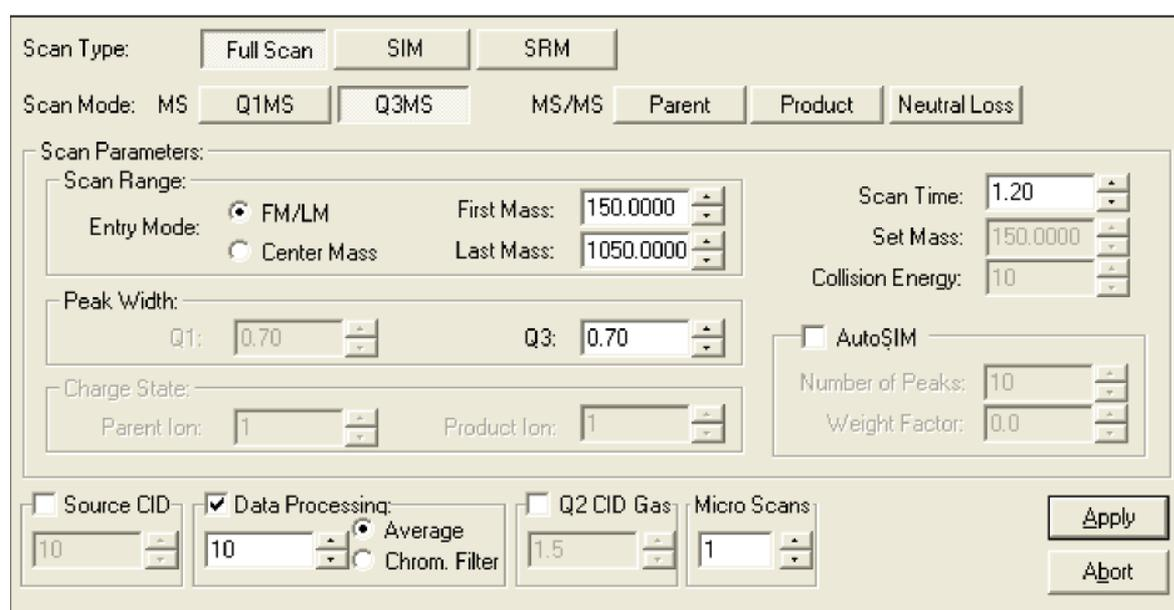

图 2-12. 定义扫描视图，图中显示的是在 Q3MS 扫描模式设置
- a. 在Define Scan视图中选择Q3MS选项按钮，激活Q3扫描，见图2-12。